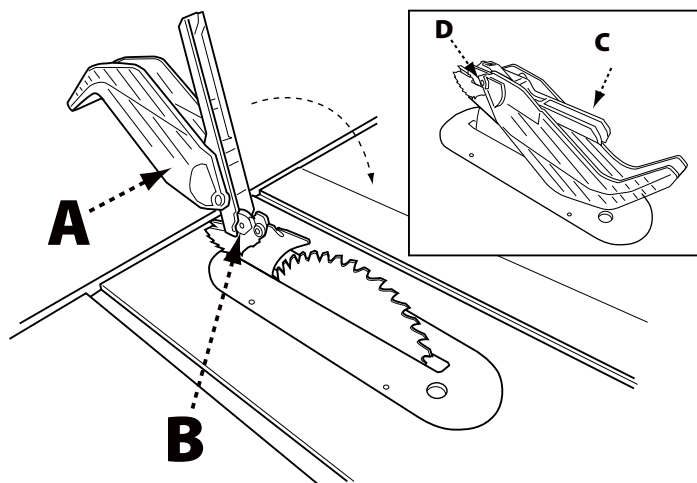

FIGURE 17
1. Tout en maintenant l'ensemble protège-lame (A) en position verticale, accrochez le goujon de guidage (B) à l'extrémité arrière de l'ensemble protège-lame dans la fente sur le bord arrière du couteau diviseur.
2. Faites tourner l'ensemble protège-lame vers l'avant de la scie jusqu'à ce que la partie métallique (C) de l'ensemble protège-lame soit parallèle à la table comme le montre la Figure 17.
3. Tout en maintenant enfoncé l'avant de la partie métallique du protège-lame (C), appuyez sur le levier de verrouillage du protège-lame (D) jusqu'à ce qu'il s'enclenche en position verrouillée. Assurez-vous que le protège-lame est verrouillé sur le couteau diviseur en tirant sur le protège-lame. Si le protège-lame n'est pas verrouillé, le levier de verrouillage du protège-lame retournera à la position déverrouillée.